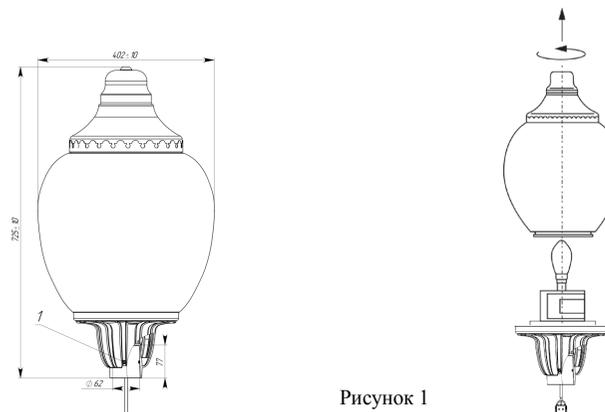

Рисунок 1
2.1 Светильники торшерные серии ЖТУ/ГТУ/РТУ/НТУ06 «Лотос» (рисунок 1) предназначены для функционально-декоративного освещения парков, скверов, бульваров, зон отдыха, территорий микрорайонов, коттеджных поселков.
5.3 Вернуть лампу. При установке защитного стекла совместить пазы на стекле с выступами на панели и повернуть стекло по часовой стрелке до упора. (Рис.1)